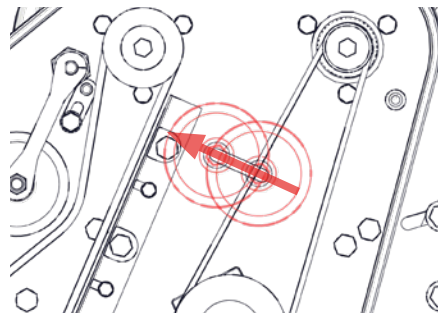

Fig.16H - Desserrez la poulie de tendeur.
- i. Si vous souhaitez uniquement tendre à nouveau la courroie, passez à l'étape iii. Desserrez la poulie de tendeur [clé de 22 mm] (Fig.16H).